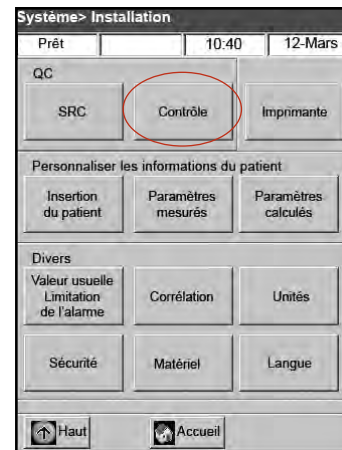

Figure B-6 : Écran "Système > Configuration"
- c. Sélectionnez "**Contrôle**" (Figure B-6).